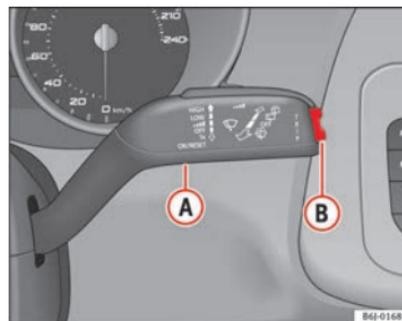

Fig. 35 Manípulo do limpavidros/lavavidros: botão A e botão basculante B
Accionando o interruptor basculante ⇒ Fig. 35 (B) no manípulo do limpavidros, podem-se consultar os seguintes dados no indicador multifunções (MFA): ▶